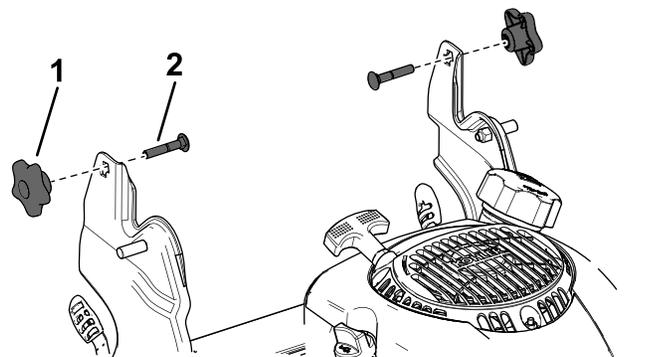

Bild 25
3. Führen Sie die Schlossschraube (mit dem Schraubenkopf nach innen zeigend) durch die Holmhalterung und das obere Loch im Holmende. Stellen Sie sicher, dass jede eckige Schlossschraube richtig in der dazugehörigen oberen oder unteren viereckigen Öffnung der jeweiligen Holmhalterung sitzt (Bild 25).